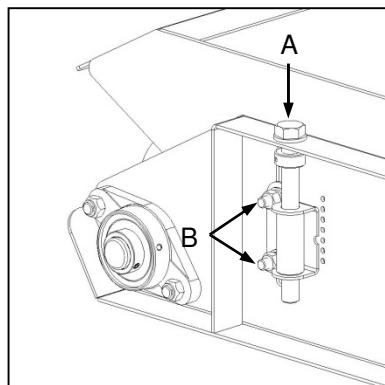

Fig. 6
- ✓ To set the working height of the implement, loosen the adjuster locknuts (Fig. 6-B/7-B) and adjust the lead screw provided (Fig. 6-A/7-A). Ensure the implement is level by establishing similar settings at all adjustment points.
- ✓ Om die implement se werkshoogte te stel, maak die sluitmoere los (Fig. 6-B/7-B) en verstel die leiskroef wat voorsien is (Fig. 6-A/7-A). Kry die implement waterpas deur middel van dieselfde instelling by al die verstelpunte.